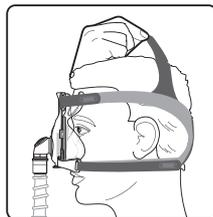

Figure 6
4. Réglez la sangle du haut (figure 6) de sorte que les sangles supérieures reposent au-dessus des oreilles. Le harnais doit reposer à plat contre la base de la tête.